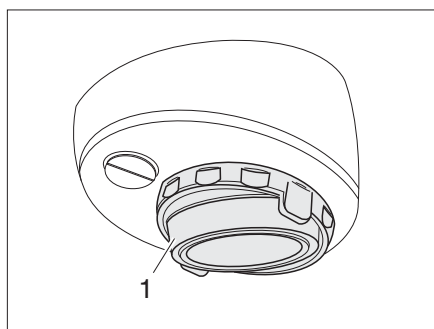

Fig. 137 Lampada alogena sospesa (orientabile)
- Sollevare e rimuovere la copertura di vetro (Fig. 137,1) con un attrezzo adatto (p. es. un cacciavite).